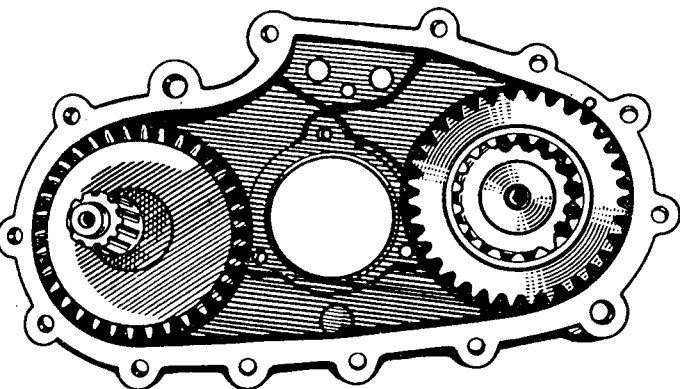

Bild 117. Vorder- und Hinterachsantriebswellen, im Gehäusedeckel eingebaut
2. Zusammengebaute Hinterachsantriebswelle in die obere Bohrung des Gehäusedeckels einsetzen (Bild 117).